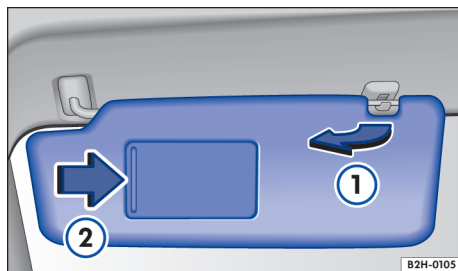

Fig. 85 No revestimento do teto dianteiro: para-sol.
- Desencaixar do suporte e rebater na direção das portas → Fig. 85 ①.